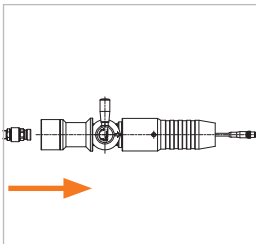

Abbildung 13
- ▶ Stecken Sie den WEH® Servicenippel bis zum Anschlag in die Füllkupplung ein und halten Sie die Kupplung in dieser Position (OFF-Stellung) (Abbildung 13).